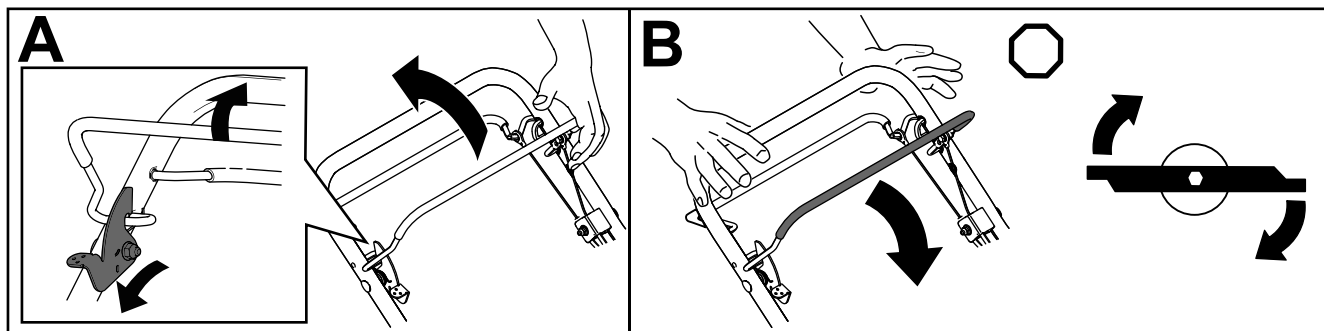

Figure 19
1. Poussez en avant et maintenez le levier de blocage de la commande des lames pour relâcher la barre de commande des lames (A de Figure 19).
commande des lames; la lame doit s'engager (A de Figure 19).
3. Relâchez la barre de commande des lames pour désengager les lames (B de Figure 19). Le levier de blocage de la commande des lames se réinitialise pour bloquer la barre de commande des lames.